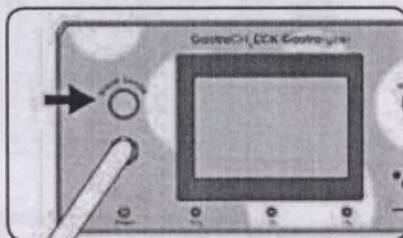

fig.8
4. Для начала анализа выдыхаемого воздуха нажмите на приборе кнопку «Breath Sample» (Рис. 8).